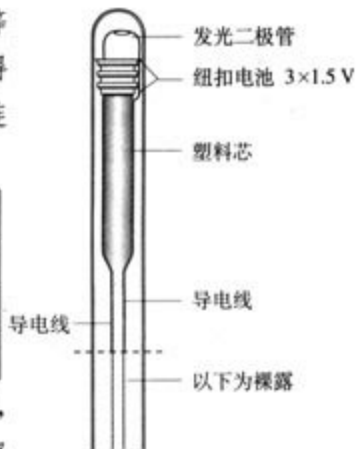

图 4-6 微型导电测试笔
3. 利用废旧圆珠笔、发光二极管、纽扣电池、导线等, 制成如图 4-6 所示的微型导电测试笔, 用此笔分别测试电解质溶液、非电解质溶液, 导体、非导体。效果如何?